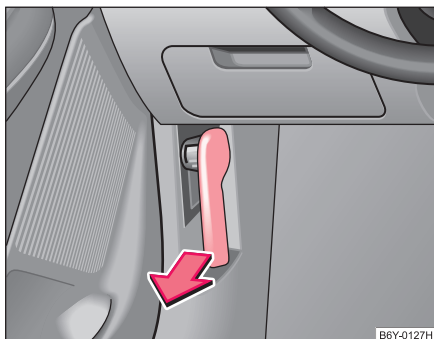

Fig. 123 Maneta de deschidere a capotei compartimentului motor
- Trageți maneta de deschidere de sub bord, pe partea conducătorului auto ⇒ Fig. 123.
- Deblocați capota compartimentului motor ⇒ Pagina 173, Fig. 123.